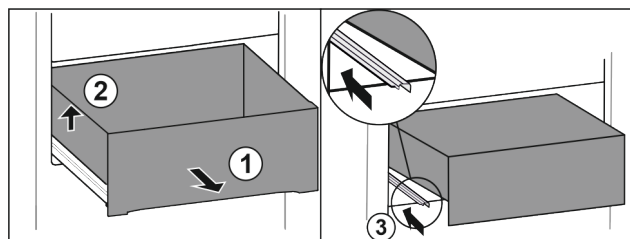

Fig. 77
- ▶ Dra ut utdragslåda fram till stopp. Fig. 77 (1)
- ▶ Lyft utdragslåda på vänster sida. Fig. 77 (2)
- ▶ Skjut in vänster skena. Fig. 77 (3)